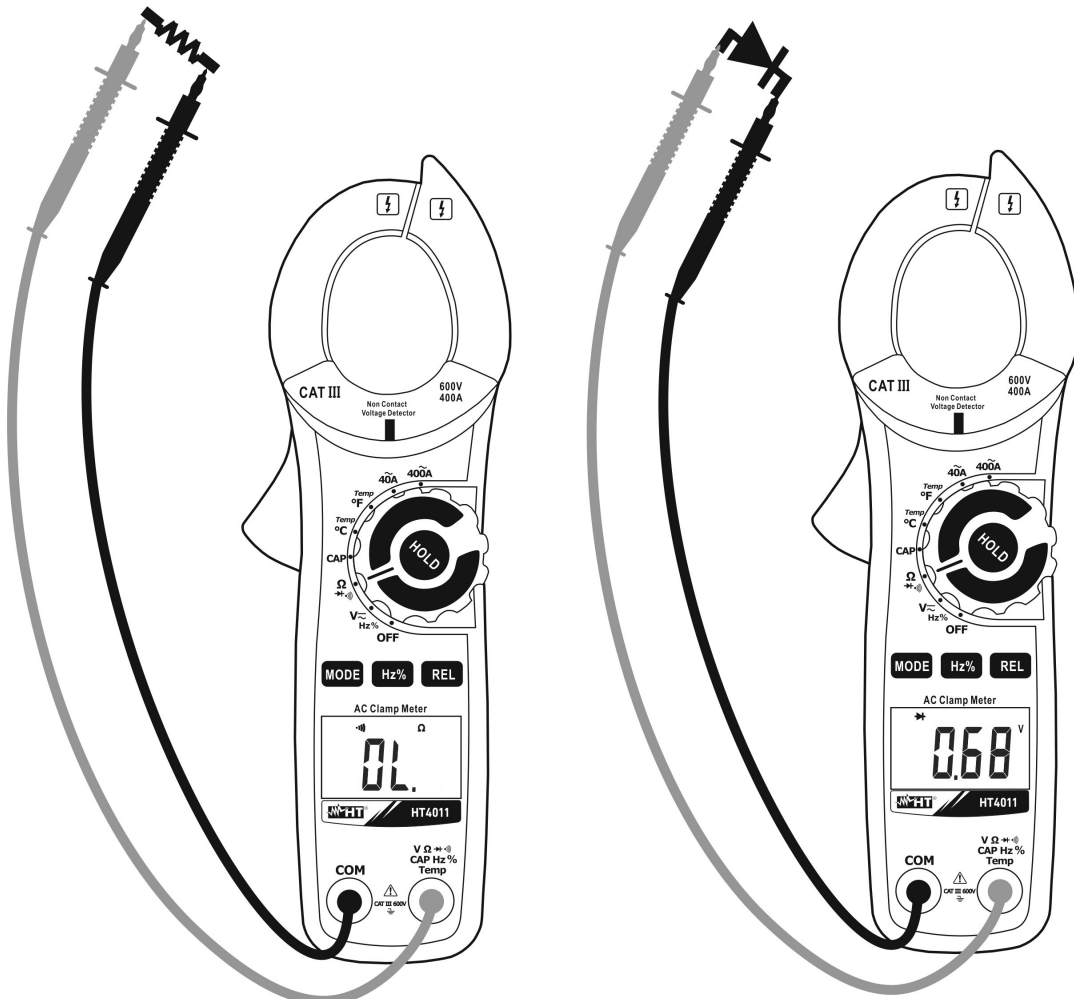

Abb. 7: Verwendung der Zange für Durchgangstest und Dioden-Test
3. Verbinden Sie die rote Messleitung mit der **V  $\Omega \rightarrow \rightarrow \rightarrow$  CAP Hz% Temp** Eingangsbuchse, und die schwarze Messleitung mit der **COM** Eingangsbuchse und führen Sie den Durchgangstest des zu messenden Objekts durch (siehe Abb. 7 – linke Seite). Der Summer ertönt, wenn der Wert des gemessenen Widerstands niedriger ist als  $30\Omega$ .
5. Verbinden Sie die rote Messleitung mit der Anode und die schwarze Messleitung mit der Kathode der Diode (siehe Abb. 7 – rechte Seite).